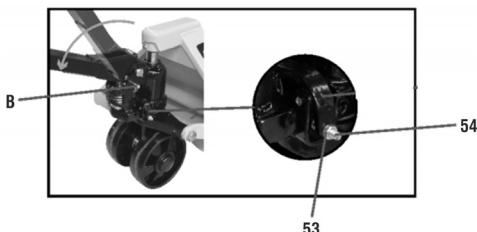

Fig. 5 – Retirando el perno
- d. El pistón de accionamiento del cable viene bloqueado con un pasador (B), (fig. 5).
- e. Para el correcto funcionamiento del equipo, coloque el cable completamente en horizontal y retire el pasador de la muelle (B) (fig. 5).
- g. Si necesita ajustar la palanca para subir o bajar la carga, hágalo con el tornillo (54), (fig. 5), y después de completar el ajuste, bloquee el tornillo (54) apretando la tuerca (53) .